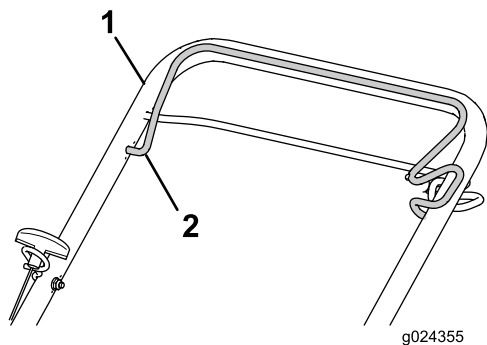

Figura 16
3. Mantenha a barra de controlo da lâmina encostada à pega superior (Figura 16).